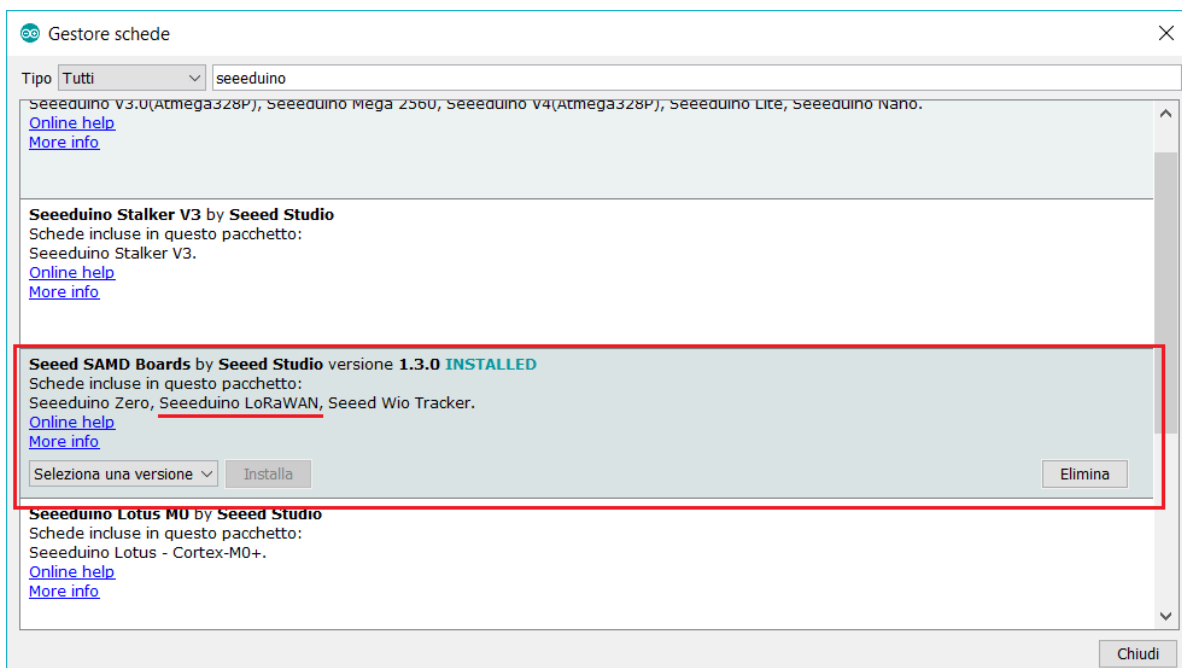

FIGURA 9 Installazione scheda Seeeduino LoRaWAN.
2. Andare su *Strumenti* → *Scheda* → *Gestore schede* e installare la scheda che supporta *Seeeduino LoRaWAN* (FIGURA 9). Il pacchetto software che si installa comprende anche la libreria **LoRaWan.h** che fornisce i metodi da utilizzare negli sketch per trasmettere via LoRa.